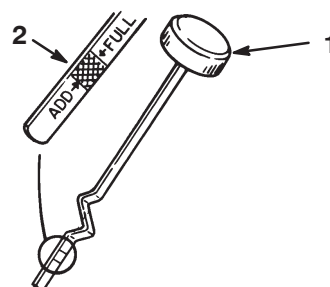

Figure 19
3. Dévissez la jauge d'huile et essuyez soigneusement l'extrémité métallique (Fig. 19).